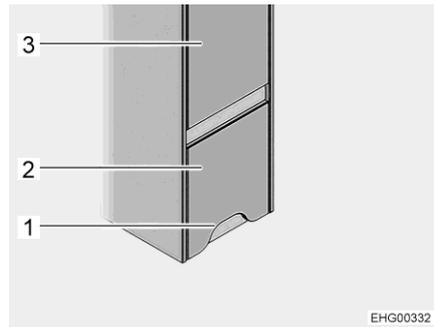
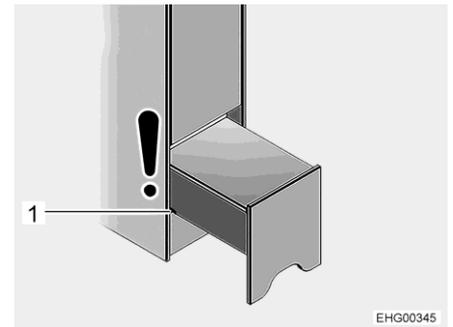

Fig. 77 Base di appoggio per la salita (chiusa)
Fig. 78 Base di appoggio per la salita (posizione notte)
Ubicazione La base di appoggio per la salita è installata nella parte destra del veicolo, sotto all'armadio guardaroba (Fig. 77,3) davanti al letto in coda.
- ▷ La porta del vano WC si trova di fronte alla base di appoggio per la salita. Se la base di appoggio per la salita è estratta solo parzialmente (posizione notte, vedere Fig. 78) è possibile aprire la porta del WC. Se invece la base di appoggio per la salita è estratta completamente al fine di accedere al vano, la porta del vano WC non può essere aperta completamente.
- Afferrare la base di appoggio per la salita (Fig. 77,2) in corrispondenza dell'apertura (Fig. 77,1), sollevare leggermente ed estrarla fino alla prima scanalatura (Fig. 78,1) per la posizione notte.